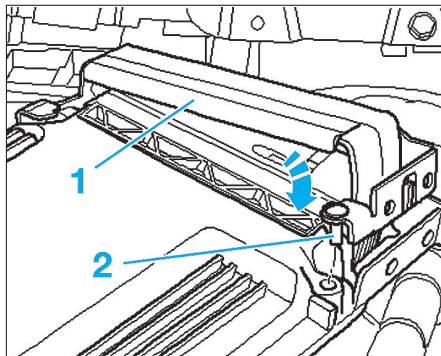

Fig. 29
- Mettre en place l'étrier de sûreté (1) sur les connecteurs.
- Guider le boulon (2) jusqu'en butée dans l'alésage du boîtier du calculateur (Fig.29).